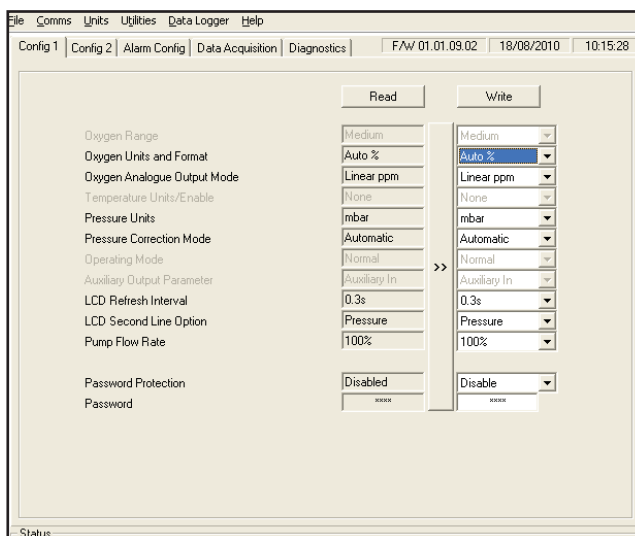

Abb. 10 Konfigurationsanzeige
**HINWEIS:** Die aktuell verwendeten Werte können von denen in Abb. 10 abweichen.
3. O2-Analog Output (0 V/4 mA & 10 V/20 mA): In diese Felder sollten der hohe und der niedrige Sauerstoffwert für die Analog-Ausgänge (6) auf der Geräterückseite gesetzt werden. Sollen z.B. 4 mA der O2-Konzentration von 1% darstellen und 20 mA entsprechend 21%, dann tragen Sie diese beiden Werte in die entsprechenden Felder ein. Der Wert kann abhängig von der gewählten Maßeinheit in % oder ppm eingegeben werden. Standardeinstellung ist %; die Standardwerte sind 25% für den oberen und 0,001% für den unteren Einstellwert.
4. Auxiliary Analog Output (0 V/4 mA & 10 V/20 mA): In diese Felder sollten der hohe und der niedrige Zusatzwert, z.B. Drucksensor, für die Analog-Ausgänge (6) auf der Geräterückseite gesetzt werden. Sollen z.B. 0V/4 mA den Druck von 0 mbar darstellen und 10V/20 mA entsprechend 100 mbar, dann tragen Sie diese beiden Werte in die entsprechenden Felder ein. Die Maßeinheit ist als mbar festgelegt.